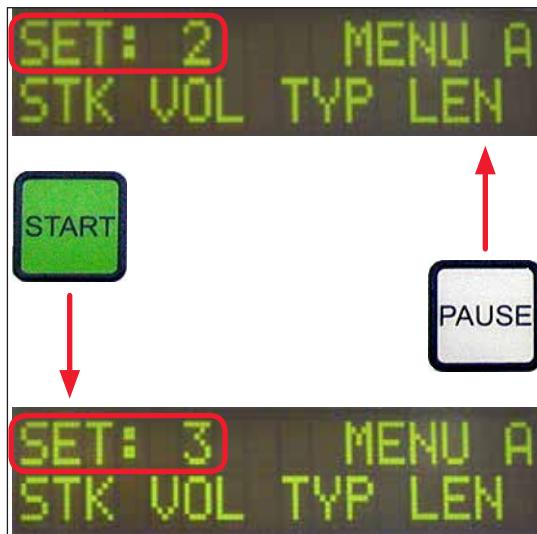

图 39
① 仪器中总共可存储四个程序 (**SET 1** (组 1) - **SET 4** (组 4)), 每个程序都有不同的参数设置。
- 按下 **PAUSE** (暂停) 按钮可调用下一个低级程序 (→ 图 39)。